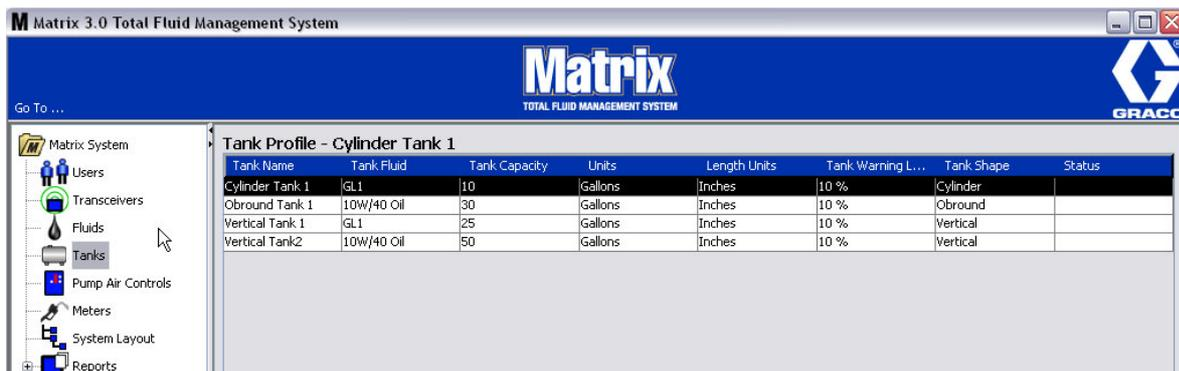

ABB. 75
1. Wenn alle benötigten Informationen zum Tankprofil angegeben wurden, klicken Sie auf „OK“, um das Fenster zu schließen und die Änderungen zu speichern. Der Tank wird zur Liste hinzugefügt, wie in ABB. 75 gezeigt.
2. Um ein Tankprofil zu ändern (ABB. 75), heben Sie den im Tank-Hauptfenster aufgeführten Eintrag hervor, wie in ABB. 75 gezeigt.